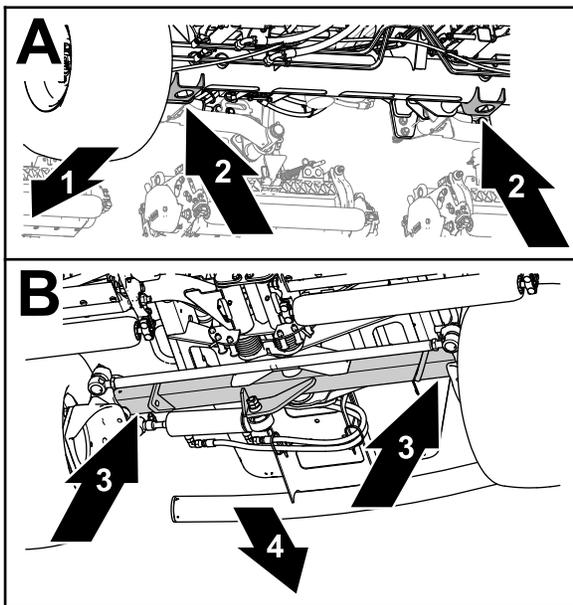

Рисунок 65
- Передняя часть – кронштейны домкратов в трубе переднего моста (Рисунок 65).